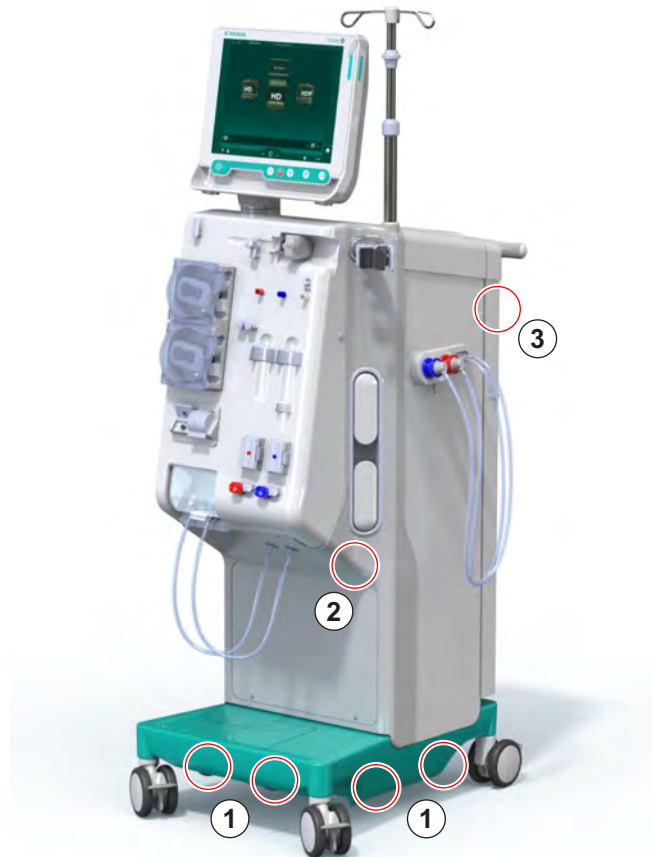

Fig. 4-3 Puntos de sujeción para el transporte del equipo
2. Sujetar el equipo por la base (Fig. 4-3, ①), el panel posterior ③ y/o el saliente ② situado en la parte frontal del equipo.